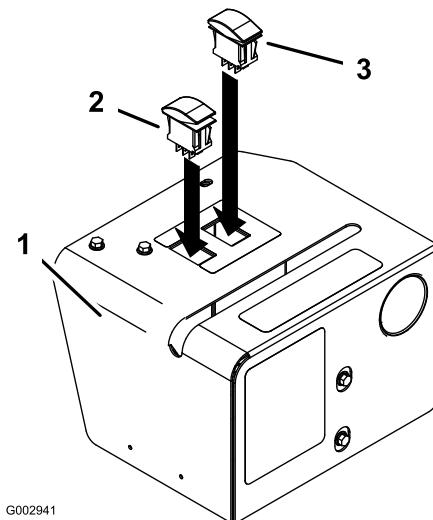

Bild 23
5. Setzen Sie die beiden Schalter in die rechteckigen Löcher oben auf der Abdeckung ein (Bild 23). Setzen Sie den kurzzeitigen Schalter (ein Schalter der in keiner Stellung bleibt, wenn Sie ihn nicht drücken) in das Loch ein, das mit den kontinuierlich variablen Plus (+) und Minuszeichen (-) markiert ist.